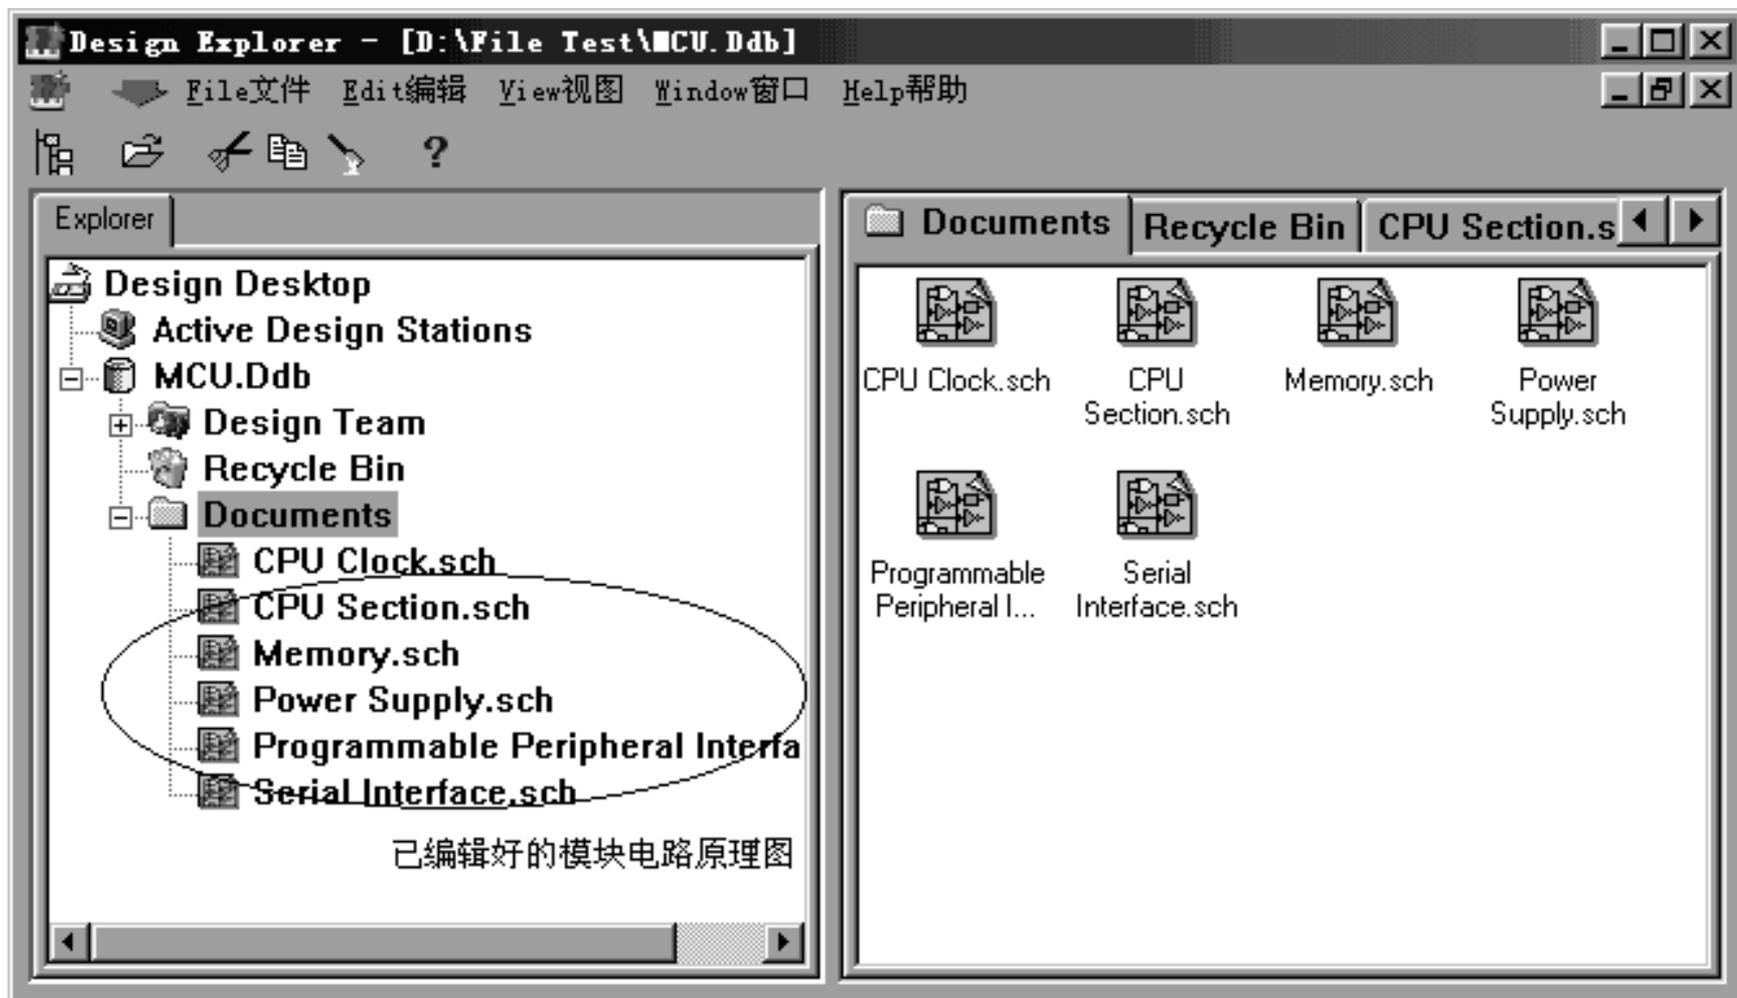

图3-16 已编辑好的各模块电路原理图
(1) 在设计数据文件包内的特定文件夹（如“Document”）内，分别建立、编辑各自模块电路原理图文件，如图3-16所示。